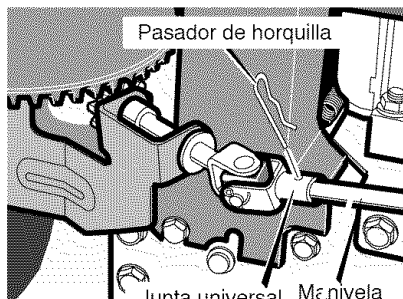

Figura 43
7. Conecte el eje de la manivela a la junta universal con el pasador de horquilla. Vea la Figura 43.